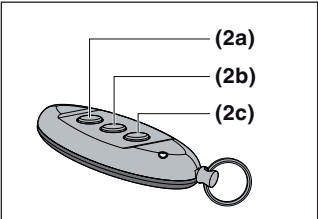

Fig. 3
- Eine der Tasten (1) am Handsender drücken. Die mit der Taste verbundene Funktion (z. B. Tor auf/zu) wird ausgeführt.
4.3 Anordnung der Tastenfunktionen (Fig. 3)